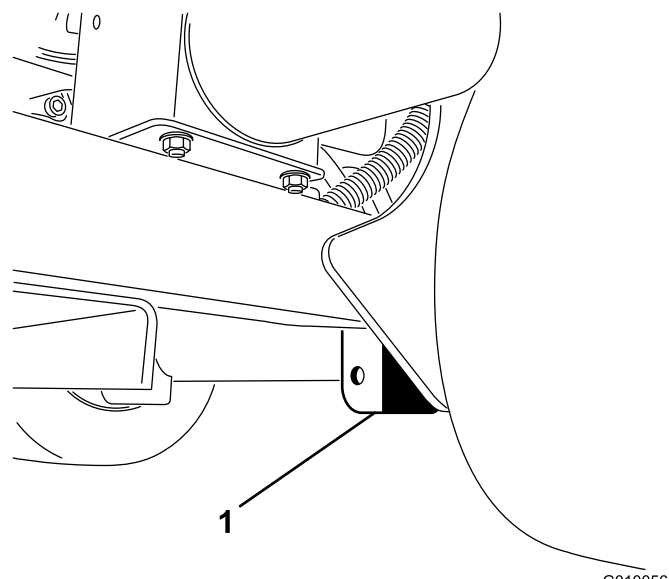

Figura 42
2. Collocate il cavalletto metallico con sicurezza sotto la piastra del telaio, appena oltre la ruota posteriore (Figura 42).